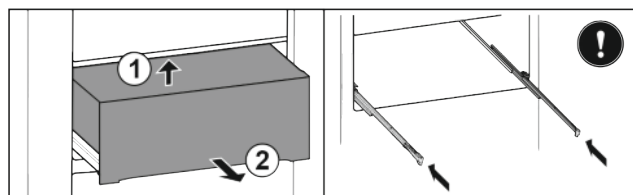

Fig. 36
- Nadvihnite ju zospodu dozadu *Fig. 36 (1)*.
- Odoberte ju dopredu *Fig. 36 (2)*.